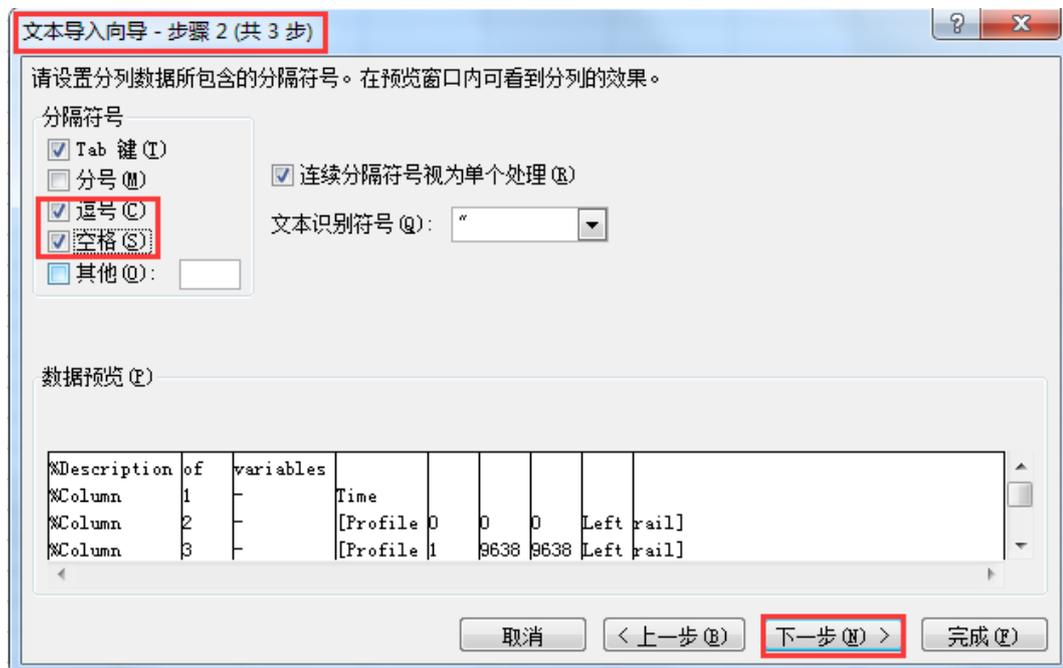

图 017-8 文本导入向导步骤 2
- 6、在文本导入向导第 2 步中选择勾选“逗号”“空格”，点击下一步，如图 017-8；